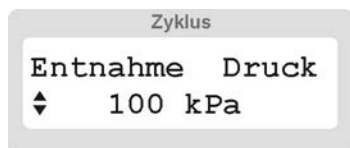

Bild 20: Anzeige Entnahmedruck
- ◆ Drücken Sie mehrfach die Programmtaste P1, bis Entnahmedruck in der Zyklusanzeige erscheint (Bild 20).